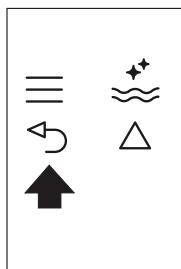

Рис. 25
- ▶ Дважды нажмите значок **↶** (B6) (рис. 25) для выхода из меню.